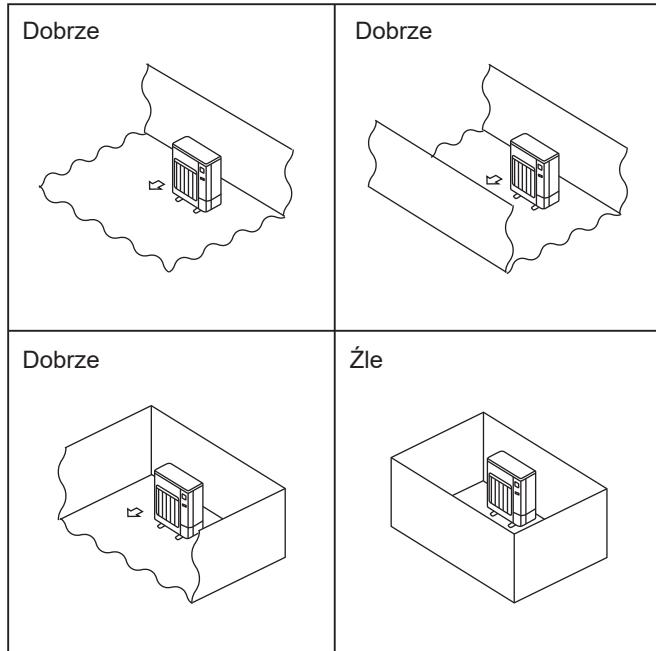

Fig. 2-1
- Jednostki zewnętrzne należy montować w miejscach, które są otwarte z co najmniej jedną z czterech stron i oferują dostatecznie dużą powierzchnię bez zagłębień. (Fig. 2-1)